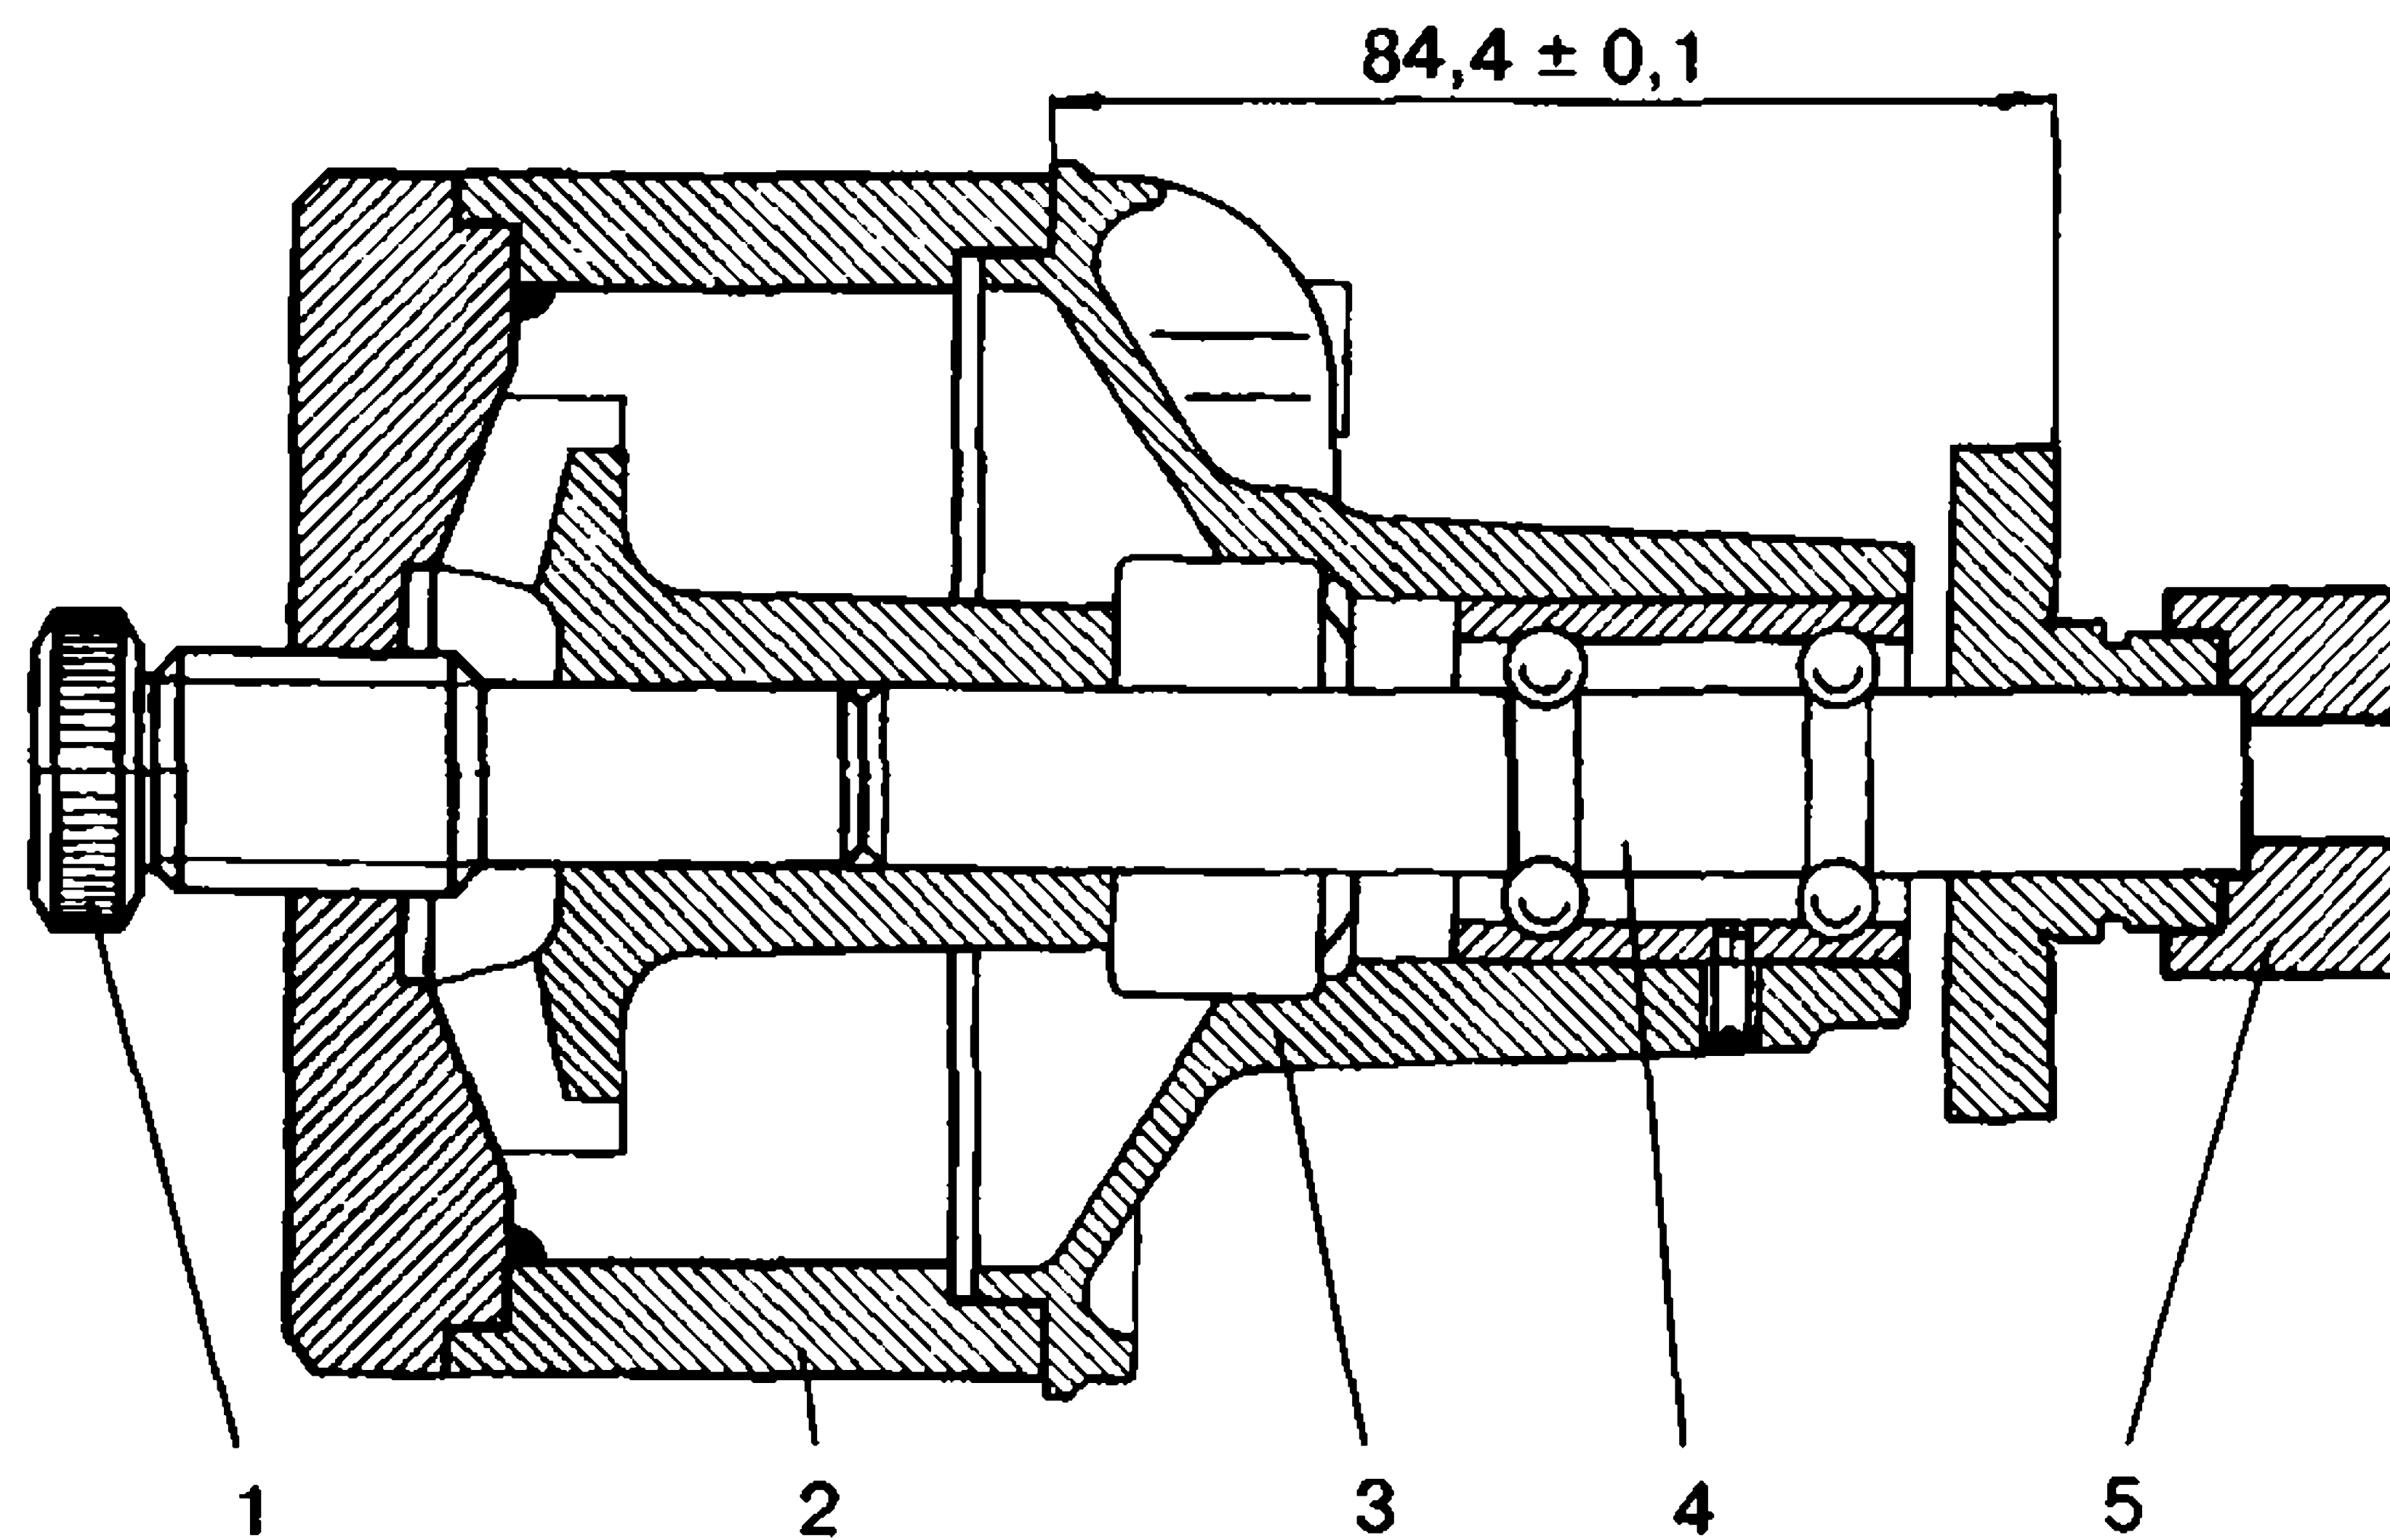

Рис. 56. Напрессовка ступицы шкива:
4. Напрессовать на валик с помощью приспособления (рис. 56) ступицу шкива, выдержав размер $84,4 \pm 0,1$ мм; если ступица из металлокерамики, то после снятия старой следует напрессовывать только новую.